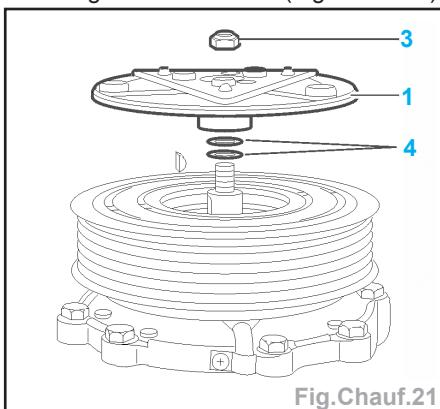

Fig.Chauf.21
- si la valeur est incorrecte, déposer le plateau entraîneur (1).
- Montage avec clavette : (Fig.Chauf.21).